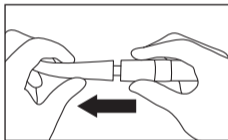

Fig. 11
- 5 Retirez la pièce à main du moteur. (Fig. 11)